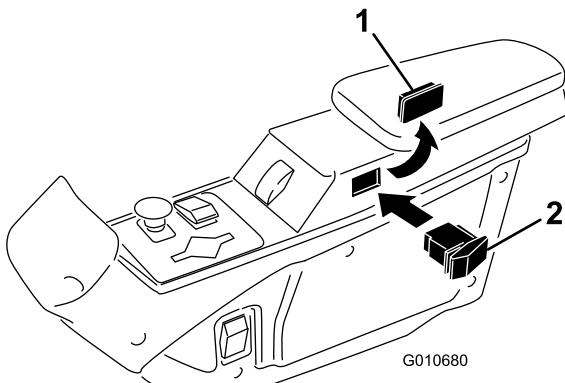

Figura 8
1. Retire o tampão do furo do lado do operador no braço de controlo (Figura 8).
2. Introduza o interruptor no furo (Figura 8). Posicione o interruptor de forma a que se mova para a frente para activar.